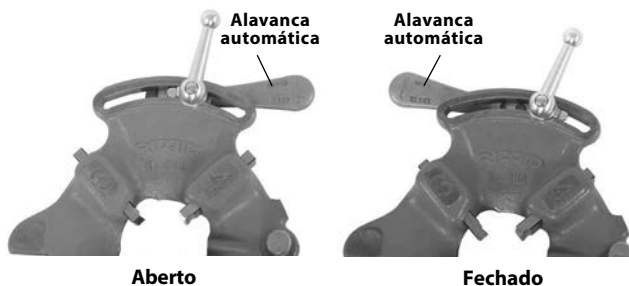

Figura 5 - Posição da alavanca aberta/fechada
2. Desloque a alavanca automática para a posição ABERTA (Figura 5).